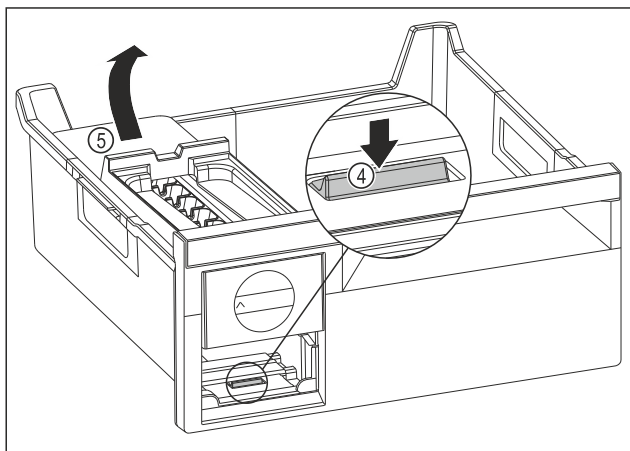

Fig. 91
- ▶ EasyTwist-Ice-corpus wegnemen: Strip Fig. 91 (4) met uw vinger omlaag drukken en gelijktijdig met de andere hand de EasyTwist-Ice-corpus Fig. 91 (5) van achteren optillen.